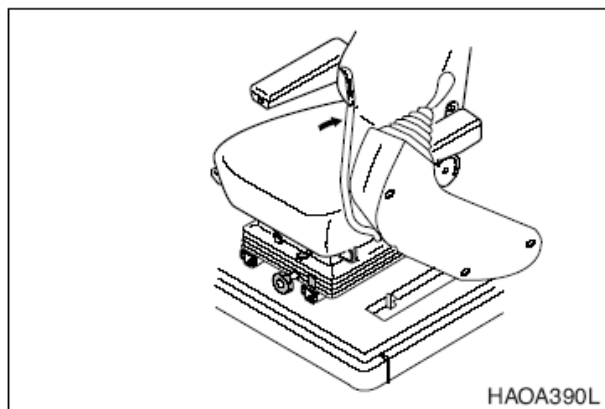

Рис. 24
- Установить рычаг блокировки в заблокированное положение (LOCK), потянув его вверх, рис. 24.